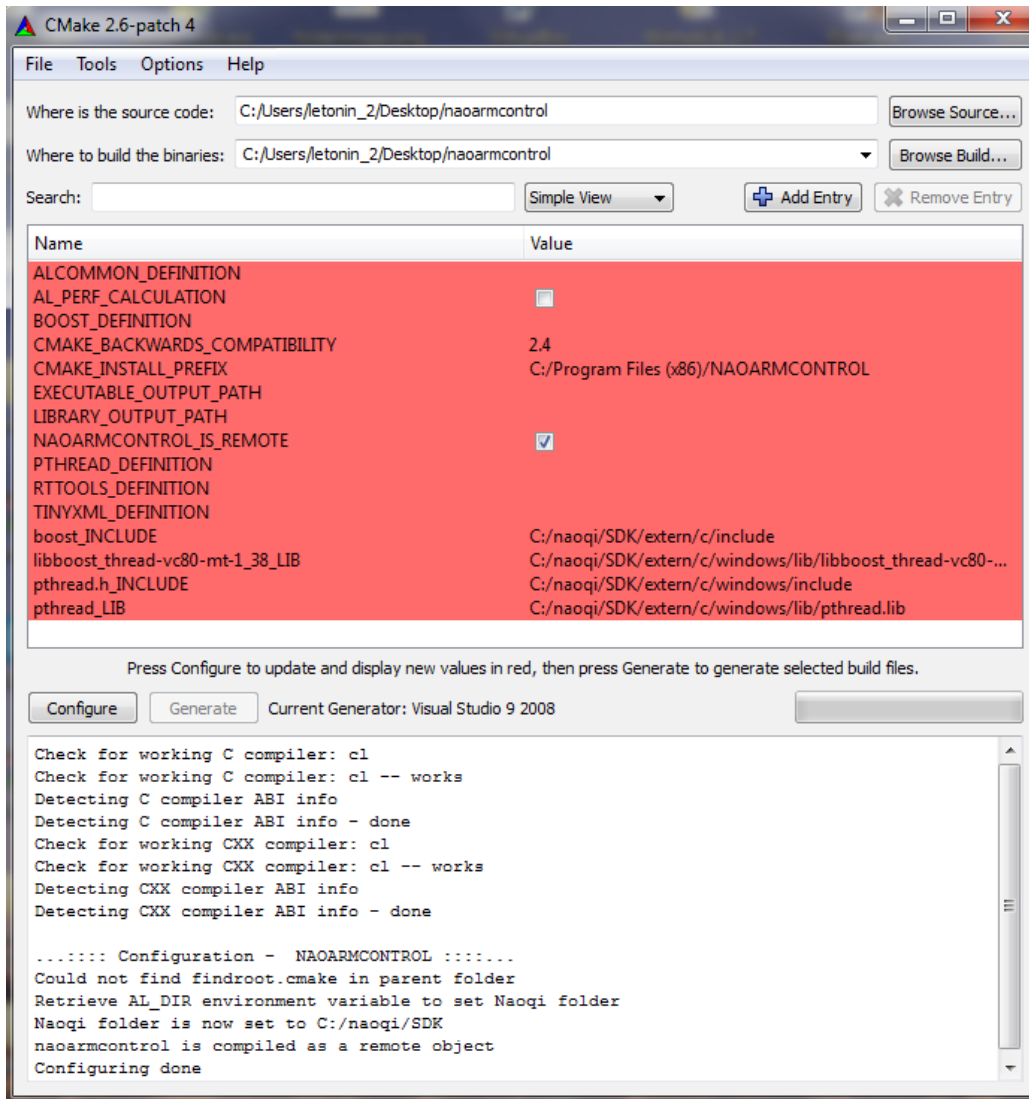

Abbildung 8: Cmake Zustand nach erstem Configure Vorgang
- Welche Optionen beim Configure Vorgang gewählt werden sollen ist NAO SDK abhängig. Daher sollte die Sektion "Programming" in der Red Documentation zu Rate gezogen werden. Nach dem ersten Configure Vorgang sieht CMake aus wie in Abb. 8. "Configure" sollte wieder geklickt werden und die roten Punkte sollten dann weiß werden